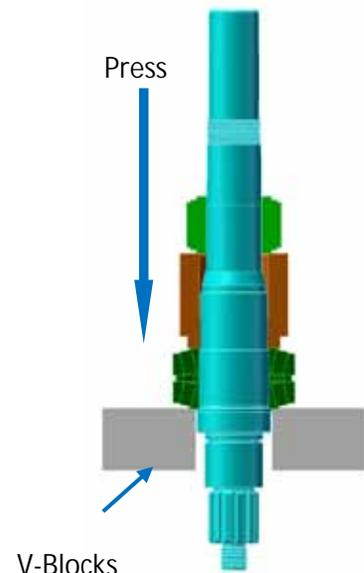

Figura 54 – Removing Bearings from Shaft
15. Va a necesitar usar hydraulic press y V-blocks para sacar los baleros y espaciador, Figura 54. Protégé los ejes cuando se caen con madera o plastic blocks puesto abajo.